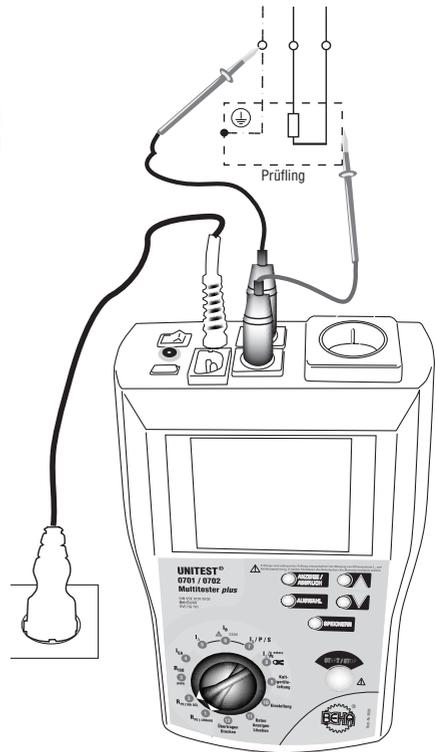

Bild 6.3: Messung des Schutzleiterwiderstandes bei Geräten ohne Netzstecker
- ▶ Bei Geräten ohne Netzstecker verbinden Sie den PE-Prüfanschluss 'Sonde PE AUX' (2) mit dem PE-Anschluss des Prüflings, siehe Bild 6.3.
- ▶ Drücken Sie die Taste "START/STOP" (9). Die Messung wird gestartet, das Symbol "AKTIV" (26) erscheint im Display.
- ▶ Lesen Sie den Messwert von der LC-Anzeige (5) ab. Die Symbole 'OK' (32) oder '